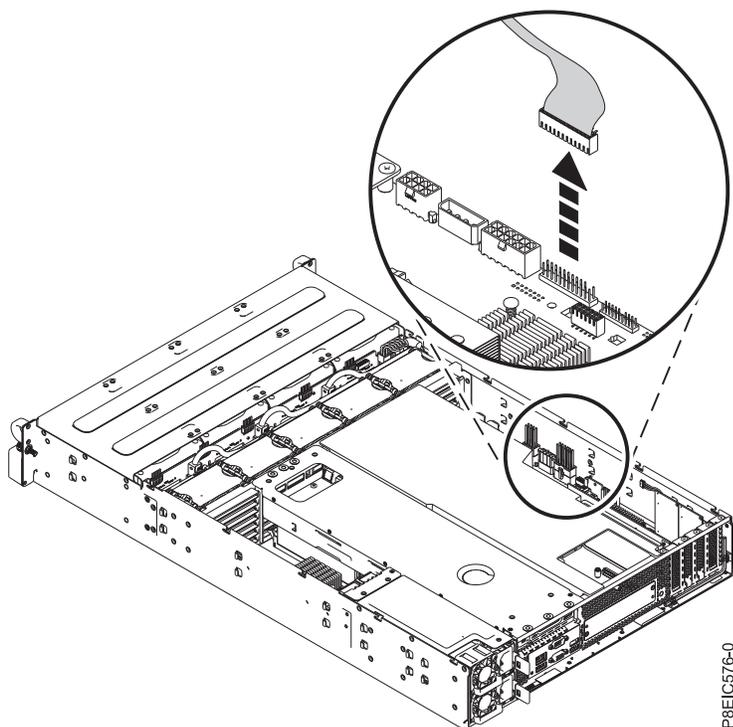

Figure 60. Déconnexion du cordon de contrôle de panneau avant
2. Retirez le cordon de contrôle de panneau avant du fond de panier système, comme illustré dans la figure 60.